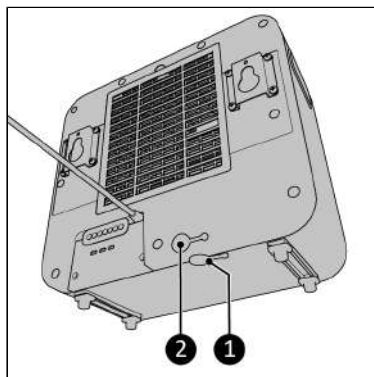

Figure 85.
1. Assurez-vous que les deux bouchons d'arrêt d'eau se trouvent bien dans le réservoir de l'unité intérieure (Figure 85, pos. 1 and 2).
4. Le bouchon d'arrêt d'eau situé en bas de l'unité intérieure doit être inséré (Figure 85, pos. 1).
4. Vidangez le réservoir d'eau de l'unité intérieure (Figure 85, pos. 1).